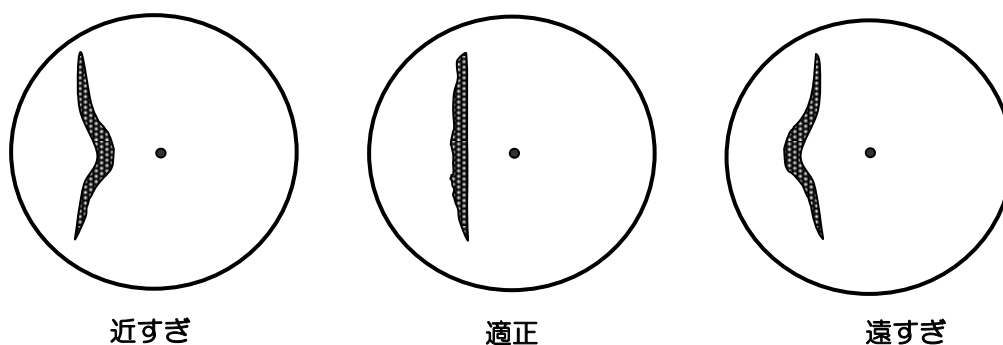

図 4.1 映像距離調整による映像変化
- (1) **送信**状態で 0.25NM レンジに設定します。
- (2) **メニュー**キーを押して、**トラックボール**/**ジョイスティック**で [メンテナンス] => [設置時メニュー] => [距離調整] => [数値入力枠] を表示します。
- (3) **トラックボール**/**ジョイスティック**を上下に操作して数値を変化させ、図 4.1 の“適正”のように直線状の物標が画面上で直線に表示されるように調整してください。
- (4) **決定**キーを押して、調整を終了してください。